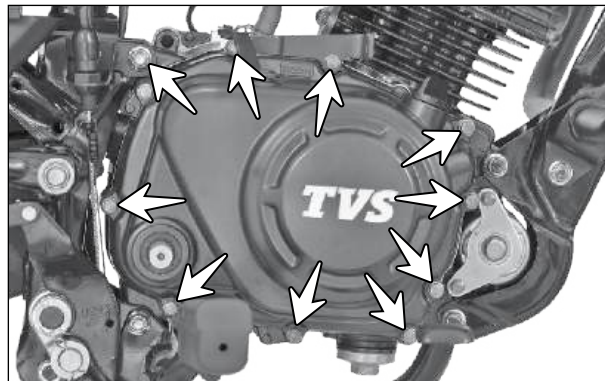

Fig. 2.14
- Remova os parafusos de fixação (M6x35) (setas) da tampa da embreagem. (Fig. 2.14)